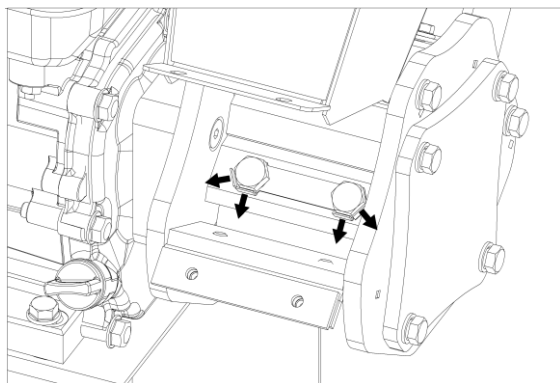

Рисунок 8
5. Отогните отверткой четыре лапки стопорной пластины (Рис. 8).